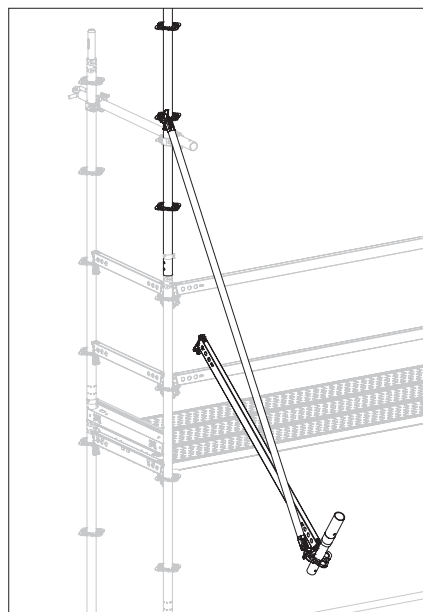

Fig. A4.04c
3. Afferrare il corrente orizzontale all'estremità libera e ruotare l'altro lato con il montante di base verso l'esterno. (Fig. A4.04c)